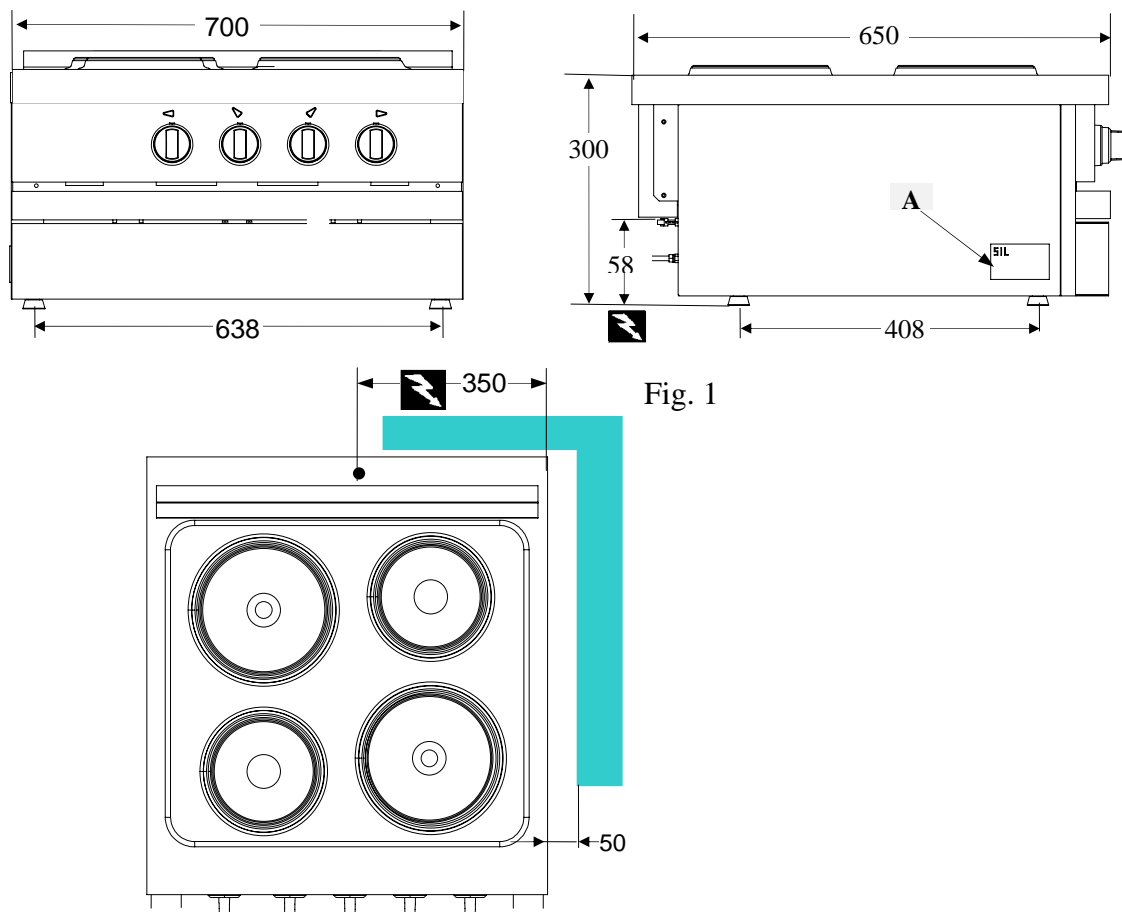

Fig. 1
(FR) Que la tension électrique du réseau est compatible avec la tension et puissance de l'appareil (plaquette signalétique **A** fig. 1).
(GB) Mains voltage is compatible with the appliance's rated voltage and thermal output (rating plate **A** fig. 1).
(NL) Of de netspanning overeenkomt met de spanning en het vermogen van het apparaat (zie constructie **A** fig. 1).